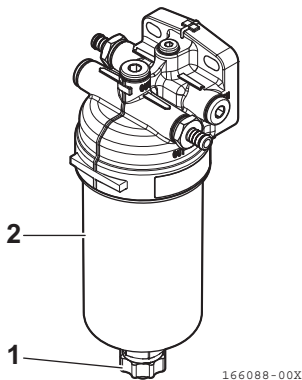

Abbildung 12
2. Entfernen Sie die Ablassschraube (**Abbildung 12, (1)**).
3. Entfernen Sie den Filterdeckel (**Abbildung 12, (2)**) mit einem Schraubenschlüssel (Schraubenschlüssel: 30).